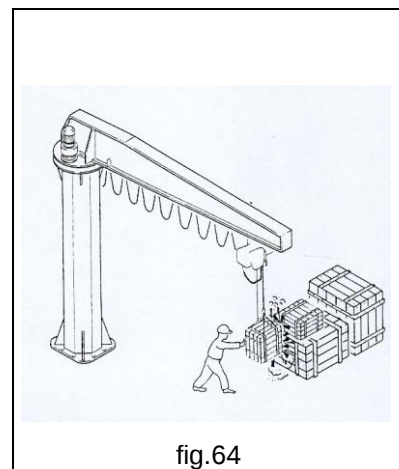

fig.64
- **TOUJOURS** s'assurer que la charge durant les opérations de manutention (levage, rotation et translation) ne rencontre pas d'obstacles (fig.64).